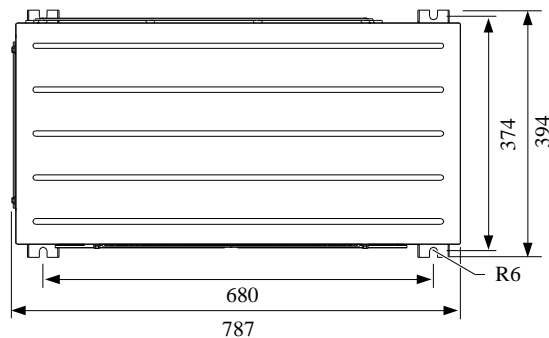
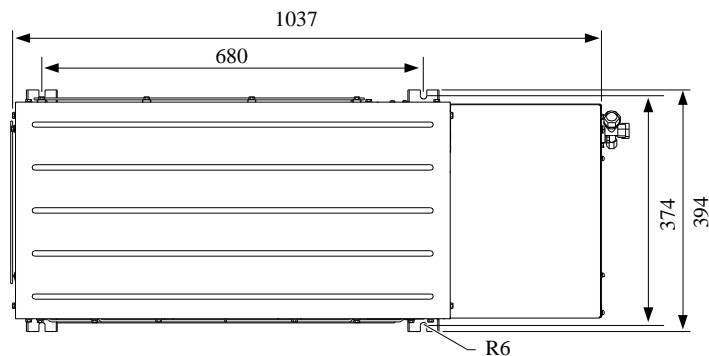

图2-9 标准型室外机基座安装孔尺寸（俯视图，单位：mm）
图2-10 Lee-Temp 型室外机基座安装孔尺寸（俯视图，单位：mm）
2. 用膨胀螺栓将室外机固定在基座上，基座安装孔位尺寸如图 2-9 和图 2-10 所示。